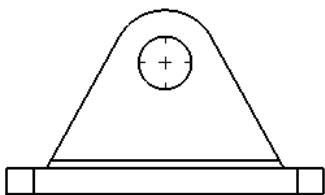

图 9.2.2 创建主视图
(1) 在 **方向(O)** 区域中单击“下视”按钮 , 再选中 ☒ **预览(P)** 复选框; 将鼠标指针放在图形区, 选择合适的放置位置单击, 以生成图 9.2.2 所示的主视图。